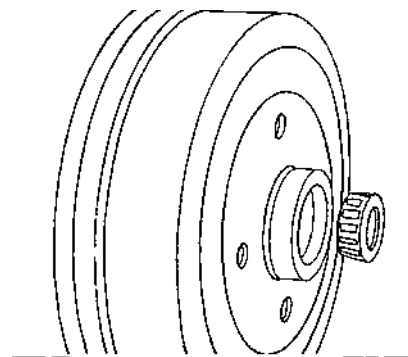

Рис. 5.37.
- снять ступицу колеса и её наружный подшипник (рис. 5.37);
- установить на цапфу ступицы, наружный подшипник (рис. 5.37), стопорную шайбу, гайку (не заворачивая её до конца);